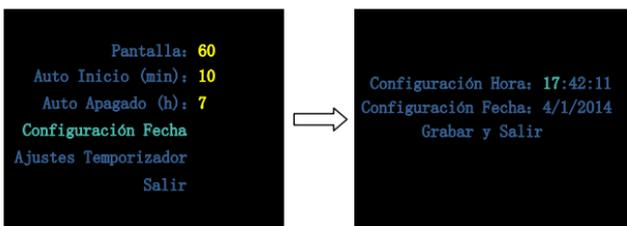

Figura 1-14 Interfaz “Configuración Fecha”
- **Configuración Fecha**, permite a los usuarios configurar la hora y fecha de acuerdo a sus necesidades. Seleccione “Grabar y Salir” para salir de la interfaz “Configuración Fecha”, como se muestra en la Figura 1-14.